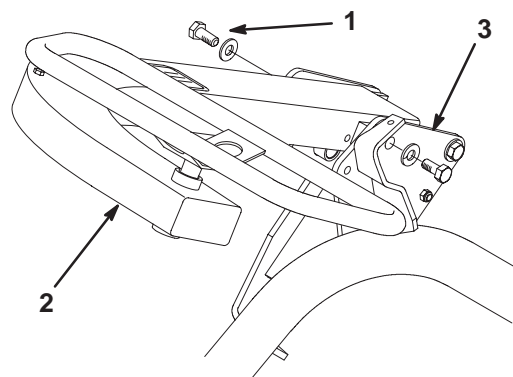

Bild 5
3. Wählen Sie das für den Bedienerkomfort gewünschte Befestigungsloch und befestigen Sie den Arm mit zwei Kopfschrauben (1/2 x 3/4 Zoll) und Scheiben (1/2 Zoll) (jeweils ein Teil in den losen Teilen) (Bild 5).